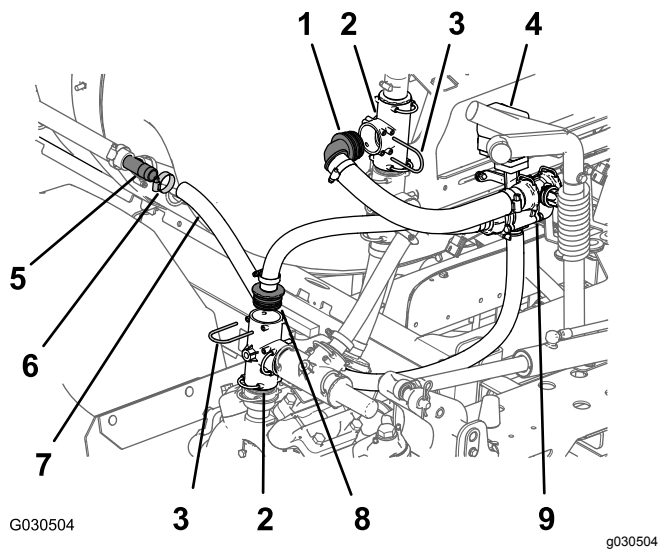

Bild 66
- Nehmen Sie an der linken Seite des Sprühbehälters (neben dem hinteren Kotflügel) die Schlauchklammer und den Schlauch (Innendurchmesser von 1") am gezählten T-Anschlussstück der hintersten Rührwerkdüse ab (Bild 66).
3. Nehmen Sie am Auslaufanschluss für die Sprühpumpe den Halter und das gerade Mittelstück vom vertikal befestigten T-Anschlussstück ab, wie in Bild 66 abgebildet.
4. Nehmen Sie an der linken Seite der Verteilerhalterung den Halter und das 90°-Mittelstück vom oberen, vertikal befestigten T-Anschlussstück ab, wie in Bild 66 abgebildet.